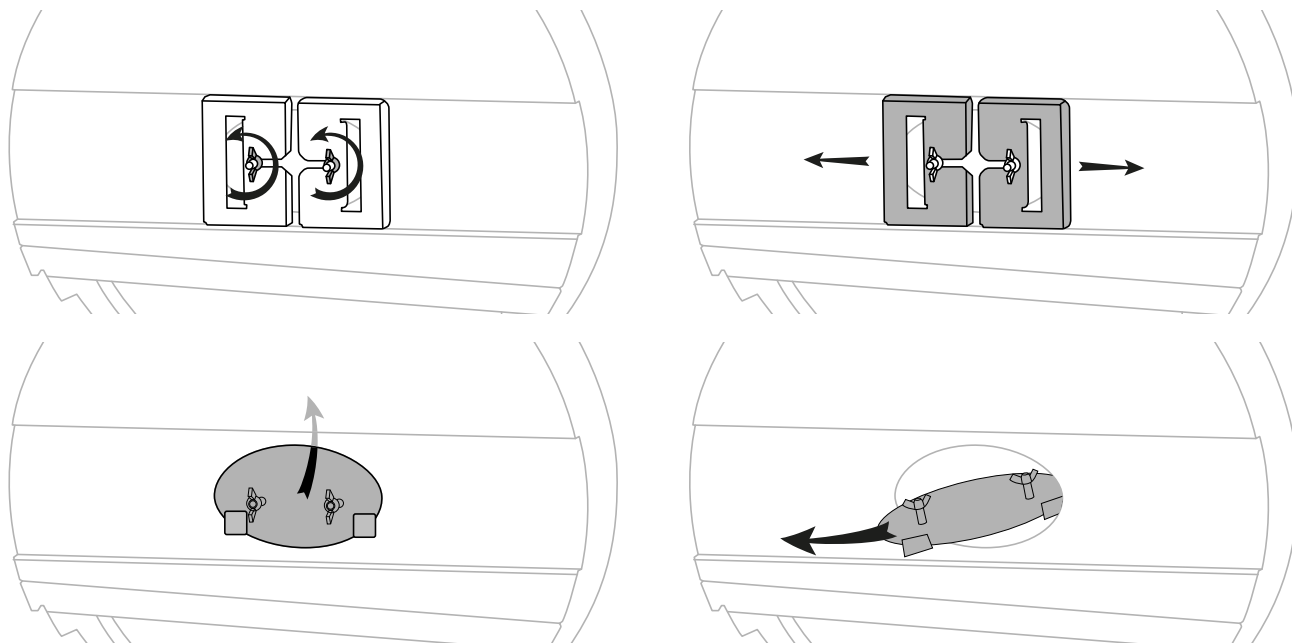

fig. 51 - Démontage de la trappe arrière
- Ouvrir la porte de foyer et la trappe de la boîte à fumées (voir fig. 51, page 72).